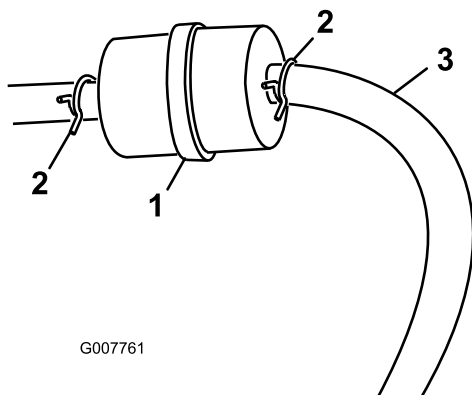

Figura 26
3. Aperte as pontas dos grampos da tubagem e afaste-as do filtro (Figura 26).
5. Instale um filtro novo e coloque as braçadeiras junto ao filtro (Figura 26).
3. Desaperte a braçadeira do tubo no filtro de combustível e deslize-o para cima do tubo de combustível afastando do filtro (Figura 26).
4. Desligue o tubo de combustível do filtro (Figura 26).
- Nota:** Deixe a gasolina drenar para uma lata ou recipiente de combustível (Figura 26).
5. Instale o tubo de combustível no filtro. Deslize a braçadeira do tubo para perto do filtro de combustível para prender o tubo de combustível (Figura 26).